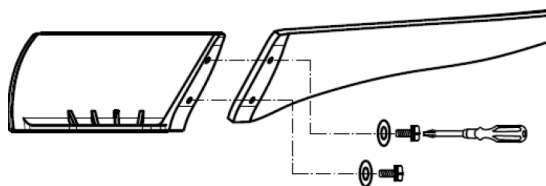

Fig. 7
- 날개 홀더에 2개의 나사 날개와 2 개의 워셔를 사용하여 날개를 결합하여 줍니다. Fig. 7